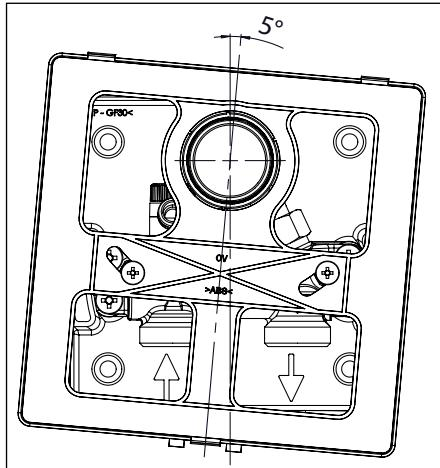

Abb. 5.6 Winkelversatz
Zur Befestigung des Rahmens (3) sind die Rahmenhalter (5) herauszudrehen bis die Stirnfläche bündig mit der fertigen Wandoberfläche (6) ist. Zur Fixierung der Rahmenhalter (5) sind diese mit der Sechskantmutter (7) am Ventilgehäuse (8) zu kontern. Der Rahmen (3) wird zunächst über den Thermostatkopf (1) geschoben, anschließend auf die Rahmenhalter (5) aufgesteckt und mit zwei Schrauben (9) befestigt. Mit den bogenförmigen Langlöchern lässt sich ein Winkelversatz der Einbaubox (10) von  $\pm 5^\circ$  ausgleichen (Abb. 5.6). Es ist zu kontrollieren, ob der Rahmen (3) bündig auf der Wandoberfläche (6) aufliegt und ggf. sind die Rahmenhalter (5) nachzustellen. Die Abdeckplatte (4) wird über den Thermostatkopf (1) geschoben und in die Halterasten gedrückt. Die Abbildungen 5.4 und 5.5 zeigen Beispiele bei denen der Wandbelag (11) (z.B. Putz, Fliesen) nicht bündig mit der Einbaubox (10) abschließt und ein Tiefenversatz ausgeglichen werden muss.